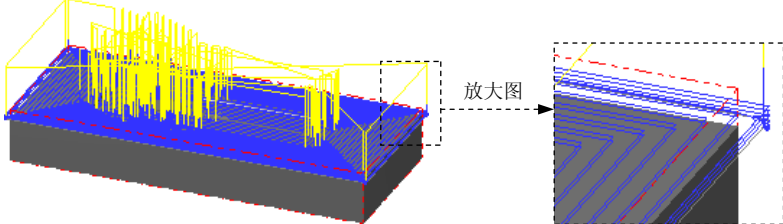

图 7.12 刀具路径
(1) 在“曲面残料粗加工”对话框中的 **刀具路径参数** 选项卡的列表框中显示出 Step4 所选择的刀具，双击该刀具，系统弹出“定义刀具 - 机床群组-1”对话框。
(2) 设置刀具号码。在“定义刀具 - 机床群组-1”对话框中的 **刀具号码** 文本框中，将原有的数值改为 2。
(3) 设置刀具参数。单击“定义刀具 - 机床群组-1”对话框中的 **参数** 选项卡, 在 **进给速率** 文本框中输入值 200.0, 在 **下刀速率** 文本框中输入值 100.0, 在 **提刀速率** 文本框中输入值 500.0, 在 **主轴转速** 文本框中输入值 1800.0。
(4) 设置冷却方式。在 **参数** 选项卡中单击 **Coolant...** 按钮, 在系统弹出的“Coolant...”对话框的 **Flood** (切削液) 下拉列表中选择 **On** 选项。单击 **✓** 按钮, 关闭“Coolant...”对话框。
(5) 单击“定义刀具 - 机床群组-1”对话框中的 **✓** 按钮, 完成刀具参数的设置。
Step8. 单击“曲面残料粗加工”对话框中的 **✓** 按钮, 同时在图形区生成图 7.12 所示的刀具路径。